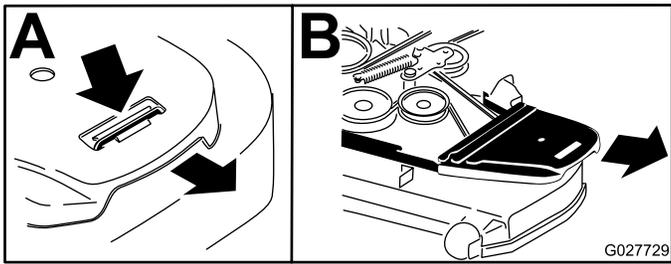

Bild 81
6. Entfernen Sie die Riemenabdeckungen und die Schrauben (Bild 81).